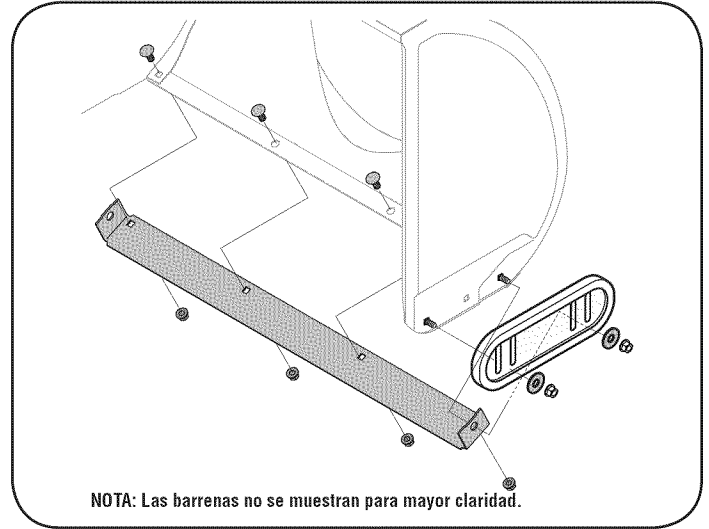

Figura 17
2. Monte las nuevas zapatas antideslizantes con cuatro pernos de carro (dos en cada lado), arandelas, y las tuercas de brida hexagonales. Consulte la figura 17.
2. Monte la placa de raspado nueva, asegurándose de que las cabezas de los pernos de carro se encuentren del lado interior de la caja. Ajuste bien. Consulte la figura 17.